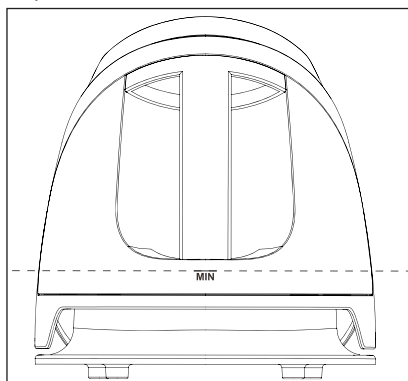

Fig. 1
- Så snart påfyldningsniveauet for vandbeholderen **7** viser mindre end **MIN** (se fig. 1), pumpes der ikke længere vand ind i dampkammeret, og der kommer ikke damp ud af produktet.